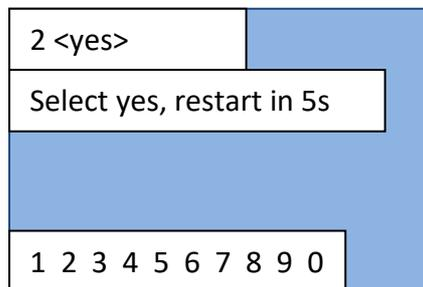

Figura 29 - Schermata restart
- 2) Selezionare '1. Restart' per riavviare il dispositivo in maniera manuale. Confermare nella schermata Figura 29 in per effettuare il riavvio.